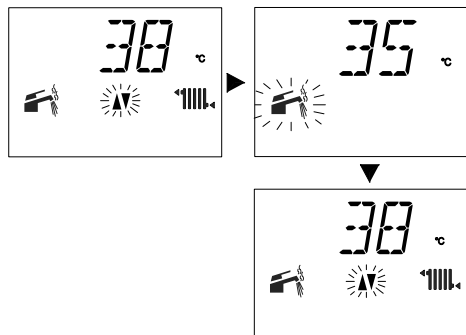

Рисунок 2.15
- с регулировкой минимальной температуры горячего водоснабжения Рисунок 2.15.